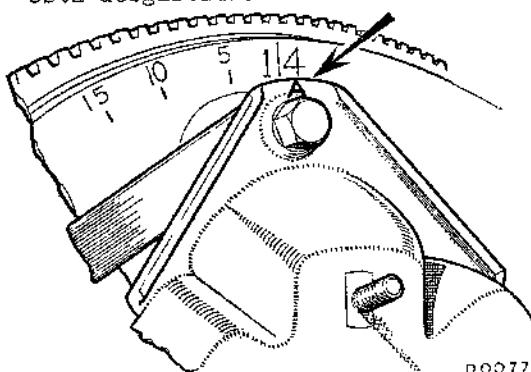

Fig. E.2
- (1) Ver la Sección A.11
- (2) Marcar los pasadores de accionamiento, las tiras de accionamiento y el convertidor, a fin de que dichas piezas puedan ser remontadas en sus posiciones respectivas. Observar la marca de equilibrado del embrague (Fig. E.2)
- (3) Insertar los tres tornillos (Herramienta de Servicio No.18G304M) a través de los agujeros adentrados que hay en el cárter de los resortes de presión y enroscarlos al volante.
- (4) Enroscar las tuercas contra el cárter con los dedos y luego apretarlas una vuelta a la vez hasta que la carga sea aliviada de los pasadores de accionamiento.
- (5) Desenroscar los tres pasadores de accionamiento.
- (6) Desenroscar las tuercas (Herramienta de Servicio No.18G304M) soltando paulatinamente el alojamiento. Quitar el alojamiento y los resortes.
NOTA.- Durante el remontaje, acoplar la placa de presión a la tapa del embrague con las marcas "A" una junto a otra y acoplar la unidad de embrague al volante como se ve en la Fig. E.2.